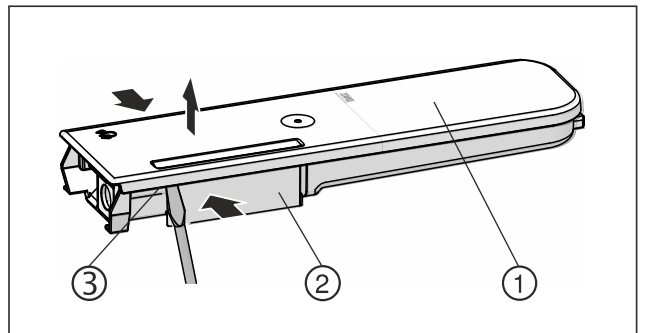

Fig. 151
- ▶ Druk het waterreservoir Fig. 151 (2) samen en til het deksel Fig. 151 (1) voorzichtig over de vergrendelingsnokken Fig. 151 (3) en trek het omhoog.
- ▶ Beweeg het deksel Fig. 151 (1) licht heen en weer en neem het naar boven toe af.